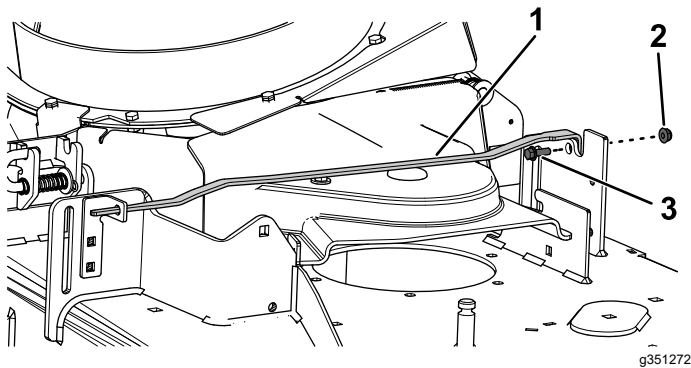

Figure 13
2. Fixez la tige à l'aide d'un boulon à embase ( $\frac{1}{2}$ " x  $\frac{3}{4}$ ") et d'un contre-écrou ( $\frac{1}{2}$ "), comme montré à la Figure 13.